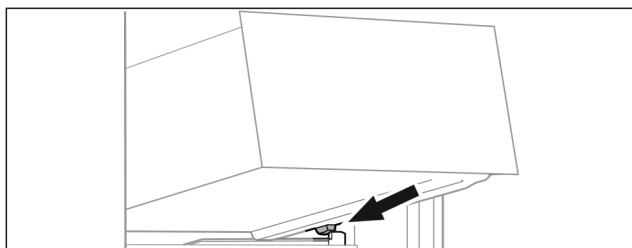

Fig. 71
- ▶ Nasad'te zásuvku šikmo za zarážkami na rebro nádoby. (pozri Fig. 71)